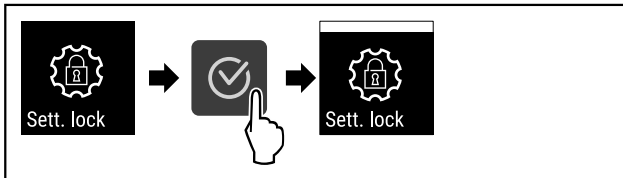

Fig. 69
- ▶ Stappen (zie Fig. 69) uitvoeren.